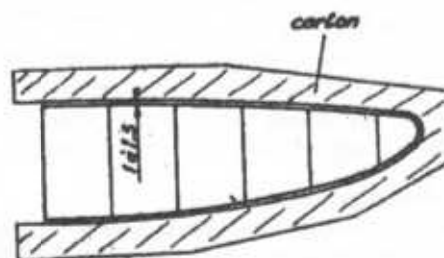

Fig. 6
1. Posez votre structure à plat sur du carton assez fort (genre boîte à chaussures). Tracez-en le contour à l'aide d'un crayon. Allez-y doucement, c'est fragile!... Avec une paire de ciseaux, découpez ce carton à environ 1 mm à l'extérieur du tracé (fig. 6). Vous verrez plus loin l'utilité de ce carton.